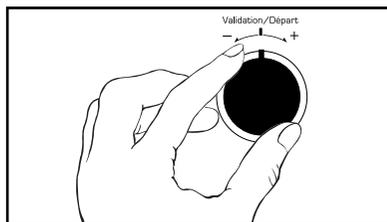

fig.2
- Naviguez en tournant la manette +/- (fig.2) et positionnez-vous sur le symbole correspondant à la fonction que vous souhaitez régler (ex: l'heure, fig.3).
- Réglez-la en tournant la manette +/- (fig.2).